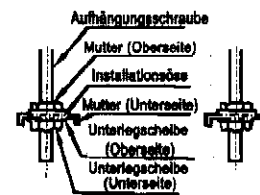

Abb. 5
- Der untere Teil des Hauptgerätes muss 10~12 mm in der Decke liegen (s. Abbildung 5).